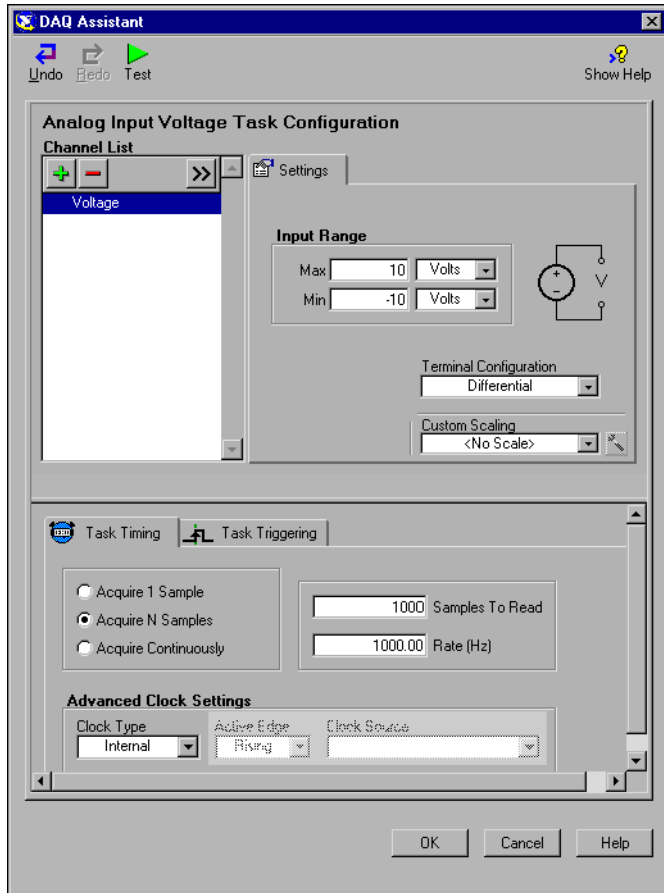

Figure 4-1. Configuration d'une tâche avec l'Assistant DAQ
5. Dans la liste **My Physical Channels**, sélectionnez la voie à laquelle le signal est connecté, comme par exemple **ai0**, puis cliquez sur le bouton **Finish**. L'Assistant DAQ ouvre une nouvelle fenêtre, présentée dans la figure 4-1, qui affiche les options pour configurer la voie que vous avez sélectionnée.